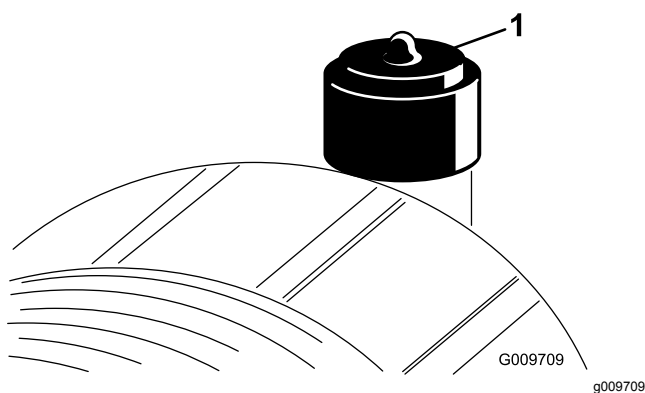

Figura 75
Effettuate la manutenzione del filtro dell'aria quando l'indicatore lo richiede (Figura 75). Sostituendo il filtro dell'aria prima del necessario si aumenta il rischio che la morchia penetri nel motore quando rimuovete il filtro.
2. Se la spia (Figura 75) è rossa, resettatela.